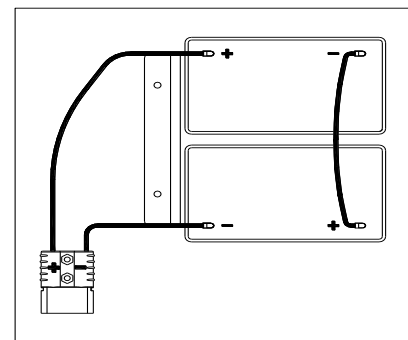

Figure 3
La machine nécessite deux batteries de 12V, connectées selon la Figure 3.
6. Ouvrir le couvercle du réservoir de récupération (4) et vérifier si le réservoir de récupération (3) est vide; sinon, le vider avec le tuyau de vidange (15).
7. Fermer le couvercle du réservoir de récupération (4).
8. Basculer le réservoir de récupération (3) avec précaution.
10. Installer le câble de la batterie comme indiqué dans (Figure 3), puis serrer soigneusement l'écrou sur chaque borne de la batterie.
12. Abaisser avec précaution le réservoir de récupération (3).